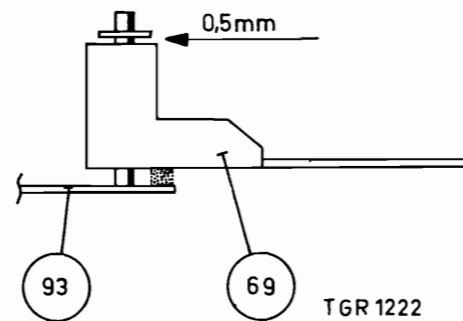

Fig. 6
De afstand tussen sperhaak pos. 69 en de klemring pos. 8 moet minstens 0,55 mm bedragen (zie fig. 6).